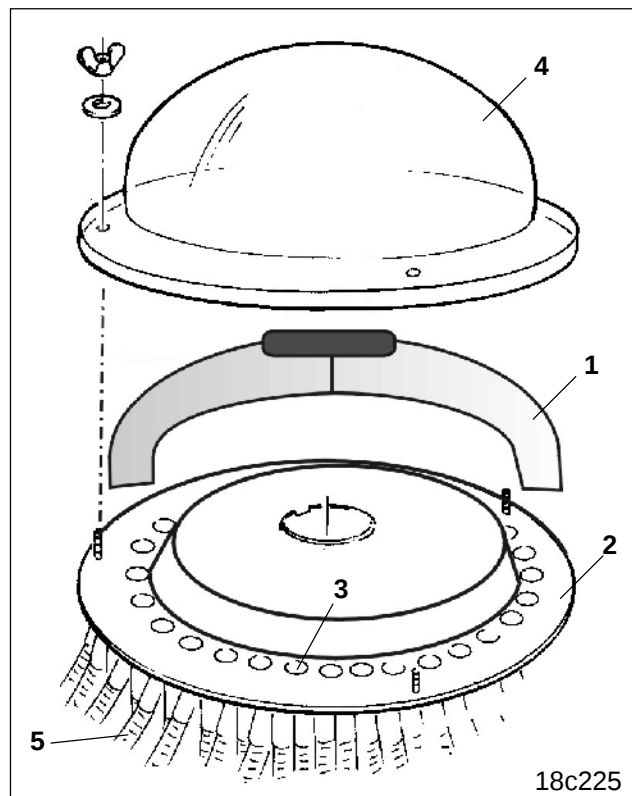
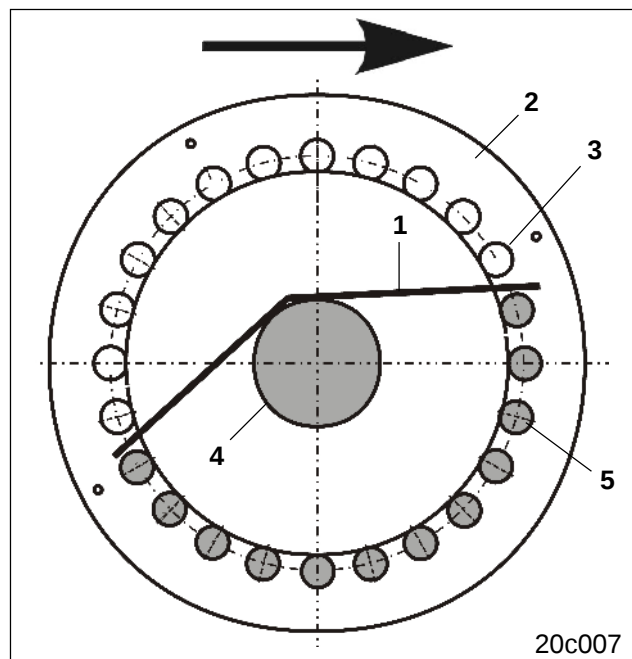

Fig. 26.10
Fig. 26.11
При помощи вставки (Рис. 26.10/1) с закрытыми наполовину выпускными отверстиями в распределительной головке поток посевного материала распределяется на половину всех выпускных отверстий (Рис. 26.10/3), и таким образом на половину всех сошников. Таким образом может прерываться подача посевного материала к сошникам с правой и левой половины машины, а высев производится с противоположной.
- Демонтируйте крышку распределителя (Рис. 26.10/4);
- Установите вставку (Рис. 26.10/1 и Рис. 26.11/1) на пластину распределителя (Рис. 26.10/2 и Рис. 26.11/2) так, чтобы вставкой закрывались необходимые выпускные отверстия. На горизонтальной проекции (смотрите рис. 26.11) находятся:
- закрытые, не заштрихованные выпускные отверстия (Рис. 26.11/3) на отвернутой от гофрированной трубы (Рис. 26.11/4) стороне;
- открытые, заштрихованные выпускные отверстия (Рис. 26.11/5) на повернутой к гофрированной трубе (Рис. 26.11/4) стороне.
- В каждом случае проверяйте по семяпроводам (Рис. 26.10/5), закрывает ли вставка поток посевного материала к необходимым сошникам.
- Отметьте посадку вставки на пластине распределителя (Рис. 26.11/2) подходящим карандашом, чтобы в дальнейшем, при необходимости, быстро найти положение вставки на пластине распределителя.
- Закрепите крышку распределителя (Рис. 26.10/4) на головке распределителя. При креплении крышки распределителя вставка (Рис. 26.10/1)